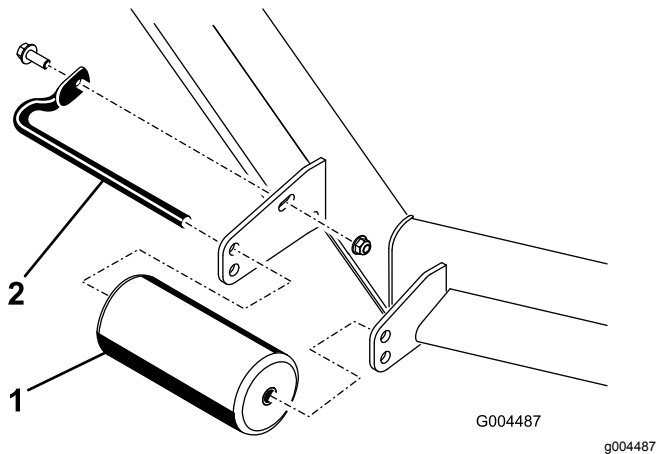
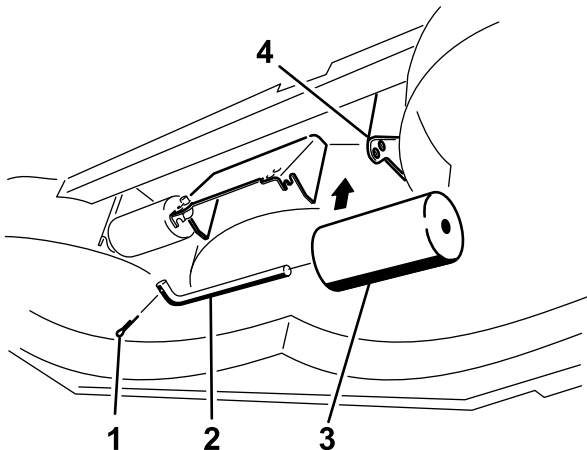

Figura 47
Figura 51
4. Retire os dispositivos de fixação que fixam cada rolo na plataforma do cortador e desloque os rolos para cima ou para baixo conforme desejado; consulte Figura 47 a Figura 51 conforme se aplique ao seu cortador.
5. Instale os dispositivos de fixação como se mostra de Figura 47 a Figura 51.